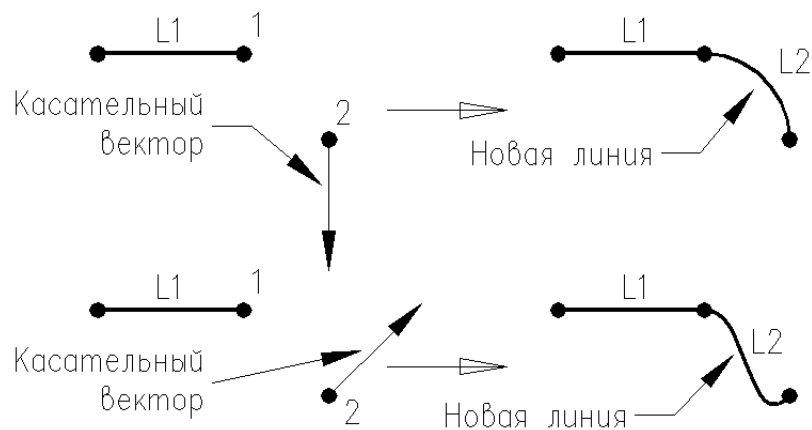

Рис. 7. Построение линии, касательной к существующей
Lines> Tangent to Line+ – построение линии, касательной к существующему линейному объекту (рис. 7). После выбора линии, ключевой точки (1), показывающей, к какому концу выбранной линии будет строиться касательная линия, и ключевой точки (2), определяющей конец создаваемого линейного объекта, появится диалоговое окно «**Line Tangent to Line**», в котором необходимо задать касательный вектор ($XV3$, $YV3$, $ZV3$) к создаваемой линии, исходящий из ключевой точки (2). В диалоговом окне в поле **NL1** будет показан номер выбранной линии, а в поле **P3** – номер конечной ключевой точки.